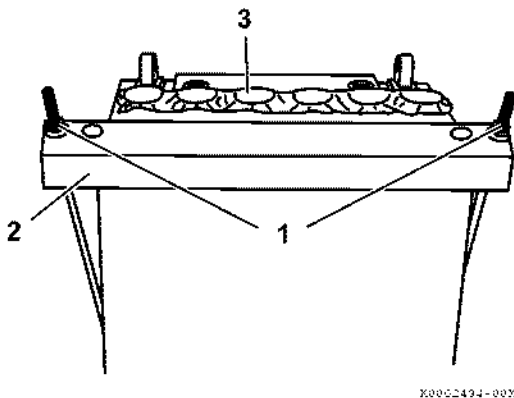

Рис. 37
Не снимайте фольгу или защитную ленту (Рис. 37, (3)) с аккумулятора, пока не готовы заправлять его электролитом. Если снять фольгу или защитную ленту, аккумулятор будет терять сухой заряд.
1. Ослабьте гайки (Рис. 37, (1)), которые крепят прижимную планку аккумулятора (Рис. 37, (2)).